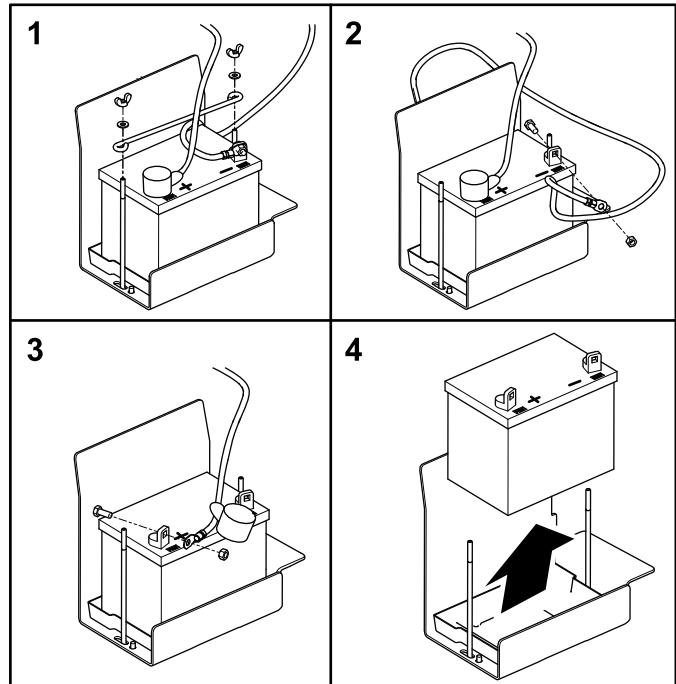

Figure 54
- Retirez les écrous à oreilles et les rondelles qui fixent la barrette de maintien de la batterie (Figure 54).